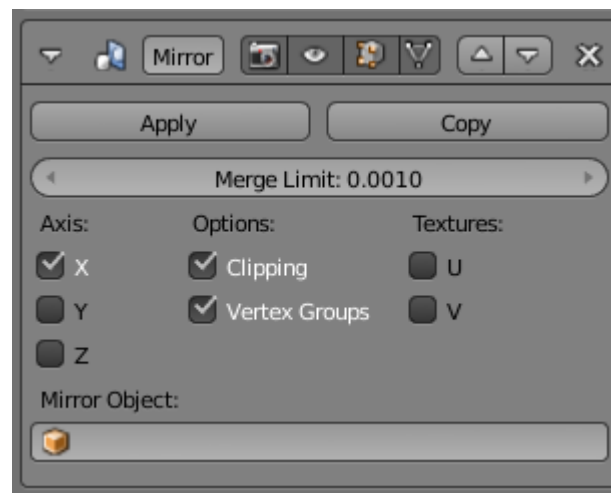

Figura 5.76
6. No contexto Modifiers da janela de propriedades, associe um modificador **Mirror** à malha. Mantenha X activado e active Clipping, figura 5.76